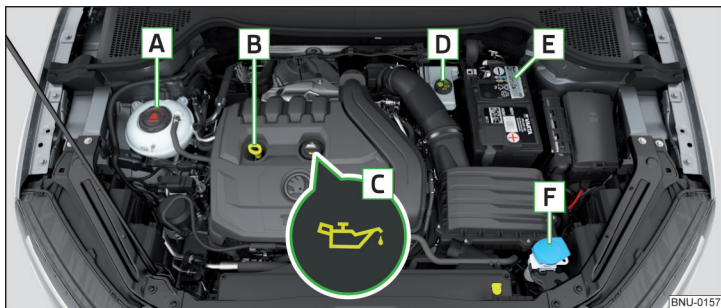

Fig. 297 Exemplu de dispunere în compartimentul motor
- ▶ Deșurubați capacul orificiului de umplere cu ulei **C** » fig. 297 la pagina 272.